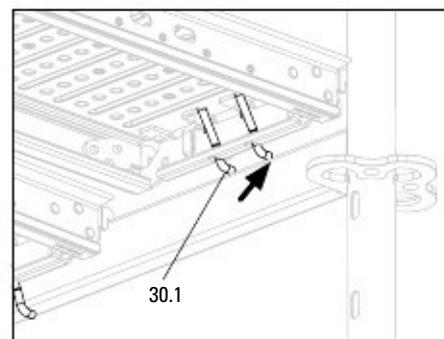

Fig. A4.04
2. Поставете пода заедно с предпазното устройство за повдигане на напречната греда. (Fig. A4.04)